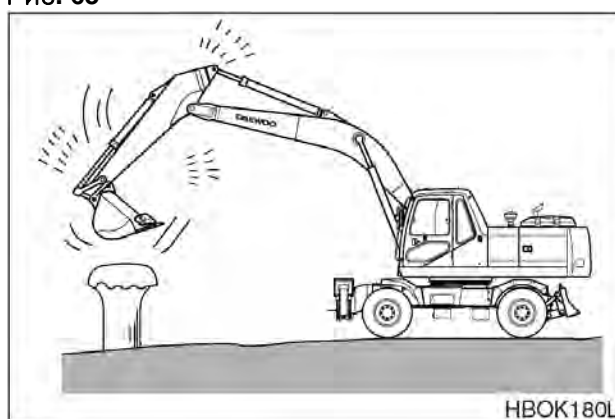

Рис. 64
13. ЗАПРЕЩАЕТСЯ использовать ковш в качестве молота или трамбовочного приспособления. Это опасно и приводит к повреждению переднего навесного оборудования. (Рис. 64)